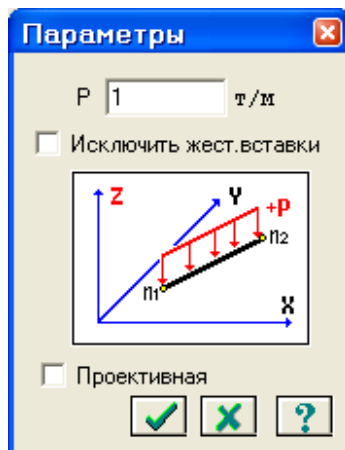

Рис.11.15. Диалоговое окно **Параметры**
- В этом окне задайте интенсивность нагрузки  $p = 1$  т/м (рис.11.15).